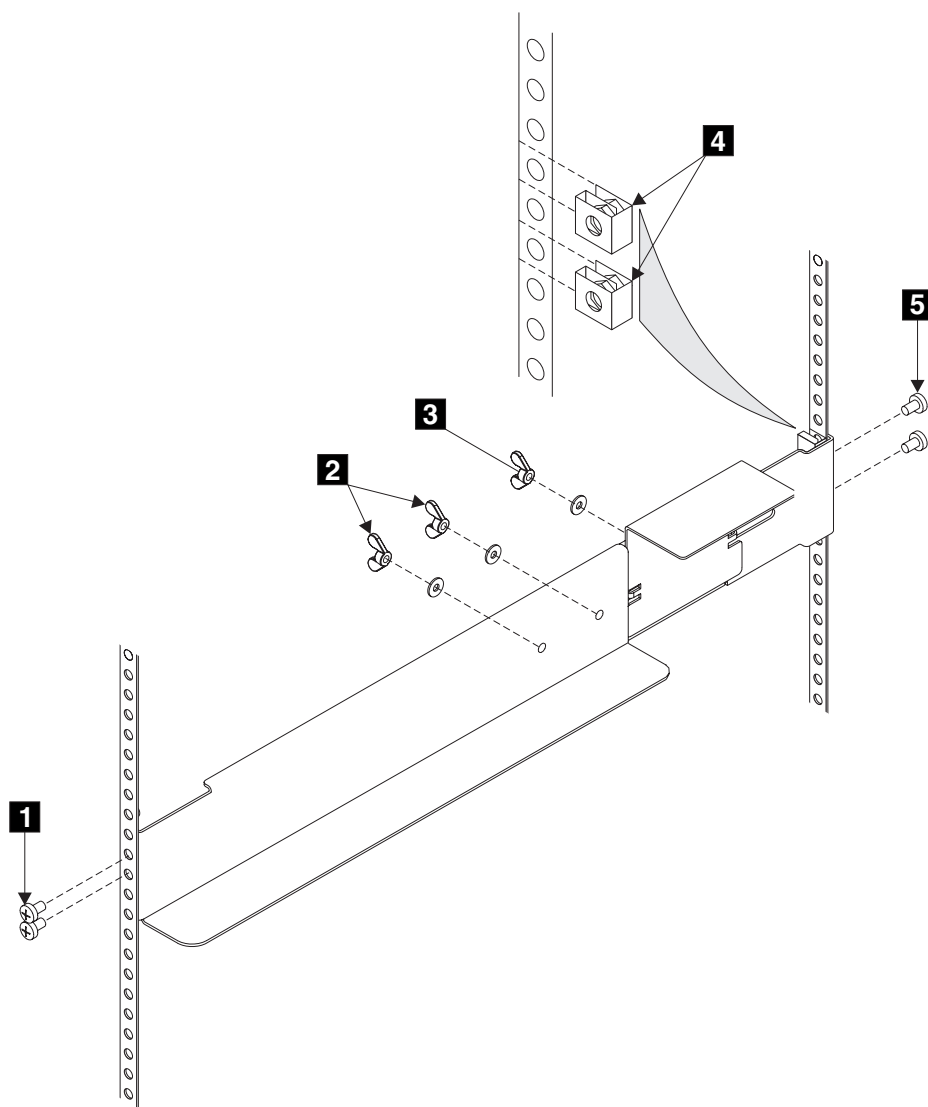

図 227. 2145 UPS のサポート・レールのラックからの取り外し
2. 2 つの調整ウィング・ナット **2** (図 227) を緩めます。